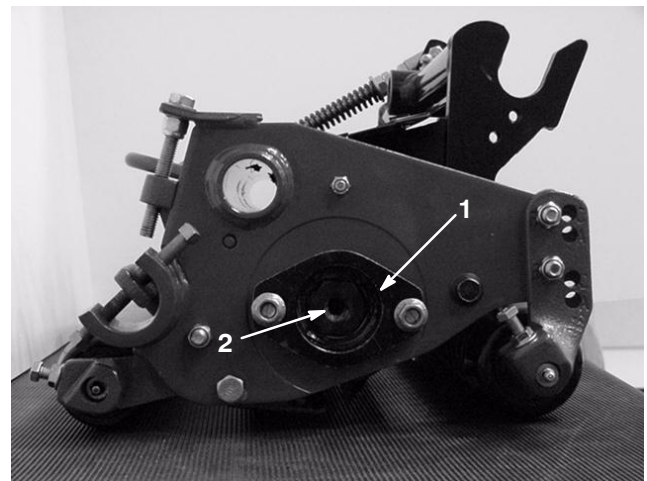

fig. 19
- B. Ta bort cylinderlagrets justeringsskruv med hjälp av en stor hylsnyckel (fig. 19). Knacka på huvudet på sexkantsbulten i änden av cylinderaxeln med en liten hammare, tills cylinderns ändspelrum kan kännas.
3. Ta bort lagrets stora justeringsmutter från den ände på cylinderaxeln där motvikten sitter, samt den räfflade specialmuttern (fig. 19) på motsatt sida av cylinderaxeln.